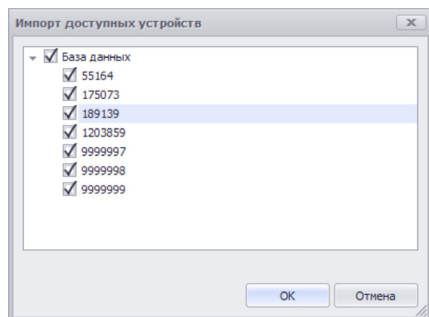

Рис.38. Импорт доступных устройств.
- программа загрузит с сервера список устройств, доступных пользователю, и предложит выбрать приборы для импорта из этого списка (Рис.38). Необходимо выбрать приборы и нажать кнопку «Ок». Выбранные приборы будут добавлены в Селектор устройств.